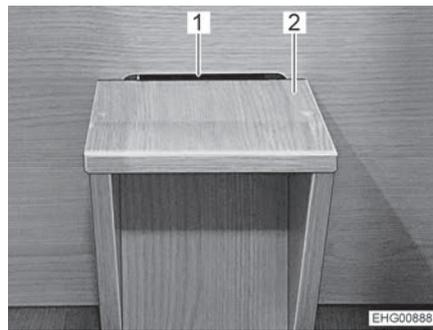
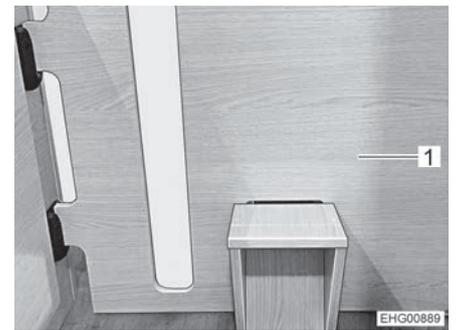

Fig. 42 Elemento para pisar
Fig. 43 Panel separador con elemento para pisar
- Enganchar el elemento para pisar (Fig. 42,2) en el recorte inferior (Fig. 42,1) del panel separador (Fig. 43,1).
- Insertar el panel separador (Fig. 43,1) entre las camas traseras longitudinales. Para ello, enganchar el panel separador en la segunda posición (visto desde la cocina integrada).